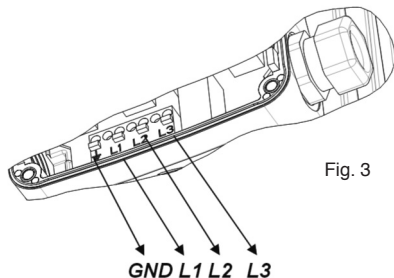

Fig. 3
- la pompa va montata direttamente sulle tubature mantenendo l'asse della pompa 1-1 orizzontale (fig. 3).
Il collegamento elettrico va effettuato secondo lo schema di collegamento (fig. 3) riportato sulla parte inferiore del coperchio del motore. Prima del eseguire il collegamento bisogna svitare il coperchio superiore (fig. 1 - POS. 2)